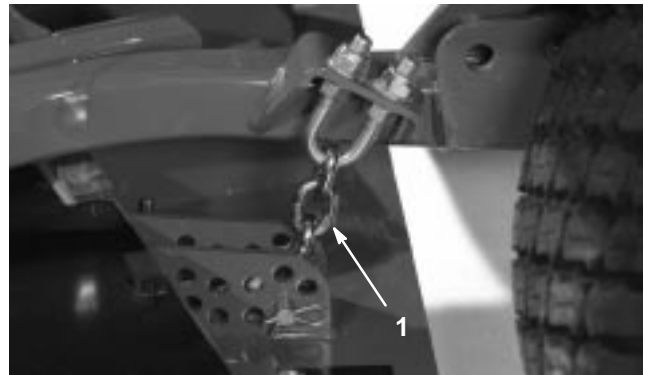

Figure 76
3. Enlevez la goupille fendue et l'axe de chape qui fixent les chaînes de hauteur de coupe à l'arrière du plateau (Fig. 76).